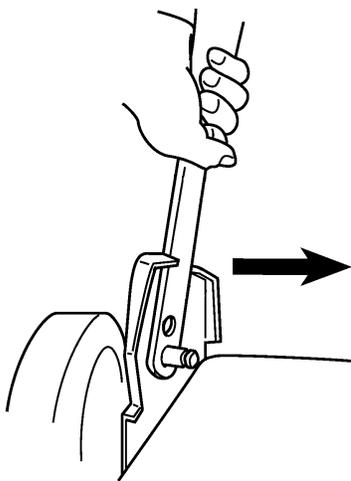

Figure 30
1. Pousser la section inférieure droite du guidon vers l'intérieur jusqu'à ce que le guidon dépasse les butées des supports de guidon (Fig. 30).